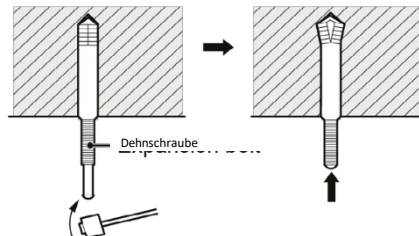

Abb. 4
- (2) Führen Sie die M10-Dehnschraube in das Loch ein und schlagen Sie dann den Nagel in die Schraube, wie in Abb. 4 dargestellt.